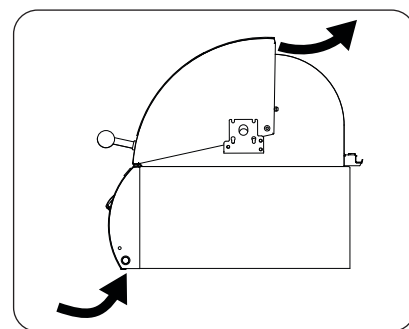

Abb. 27-1 Diagramm Luftstrom
Damit der Grill wie vorgesehen funktioniert, MUSS eine ausreichende Belüftung (von vorne nach hinten, Abb. 27-1) gewährleistet sein. Weitere Informationen hierzu finden Sie im Abschnitt ANFORDERUNGEN AN DIE INSTALLATION.
2. Jetzt wird die Temperatur der ausgewählten Position auf dem Bildschirm angezeigt. Benutzen Sie die Pfeiltasten, um die gewünschte Temperatur einzustellen. Die tatsächliche Temperatur wird ebenfalls angezeigt. Siehe Abb. 27-1.